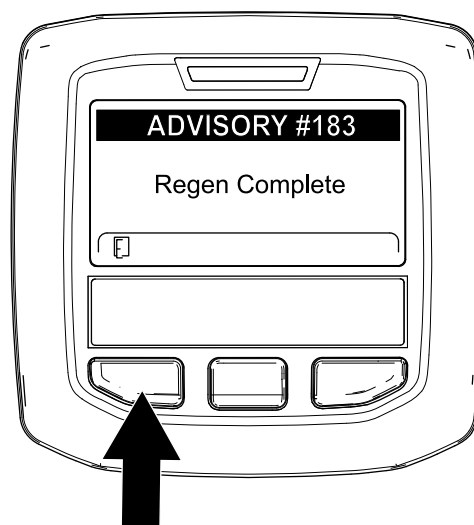

图 68
9. 当发动机计算机完成驻车或恢复再生时 InfoCenter 信息中心将显示 ADVISORY #183 第 183 号提醒 图 68。按左侧按钮可退出至主屏幕。
注意 如果再生未能完成 InfoCenter 信息中心将显示 Advisory #184 第 184 号提醒 图 68。按左侧按钮可退出至主屏幕。